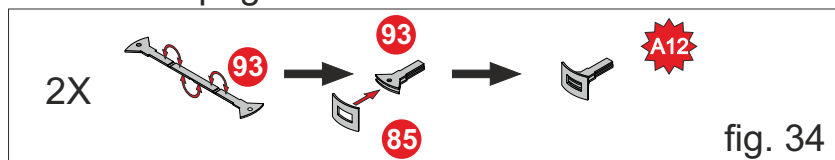
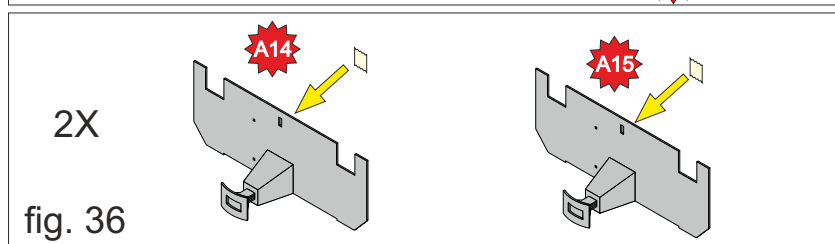

fig. 34
fig. 36
**17)** In questa fase è descritto l'assemblaggio dei pezzi 12 e 19, pancone anteriore e posteriore. La parte inferiore dovrà richiudersi su se stessa a formare uno scatolato che diventerà il vano per le viti a scomparsa della chiusura del motocarrello. Si prosegue piegando i due pezzi n° 93 a sandwich come mostrato in fig 34. Piegare in forma curva i due pezzi n° 85 Per la perfetta curvatura aiutarsi con una punta da trapano  $\varnothing$  10 mm. Piegare il pezzo n° 93 quindi allargare leggermente le due alette e saldare il pezzo 85. Il pezzo ottenuto sarà nominato A12. Preparare in questa fase anche il gancio di traino pezzo n°75 che andrà piegato di 180 gradi e poi inserito nel foro del pezzo n° 87. Piegare le alette presenti nei pezzi n° 31 e 41 ed assemblarli con i pezzi n°12 e 19 saldandoli dall'interno. Inserire ora le due bocche di lupo gruppi A12 nei fori del pezzo n°31 e n°41. I due gruppi ottenuti saranno nominati A14 A15. Applicare un piccolo pezzo di nastro dietro il foro per il gancio di traino (freccie gialle fig 36). I due gruppi sono pronti per la verniciatura. Descritta a pag 15.